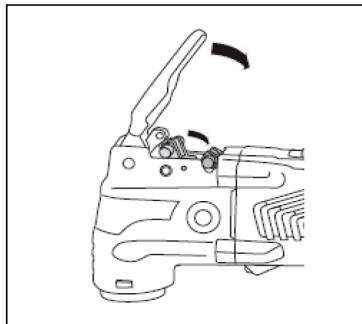

Рис. 6
4. Закрутите болт крепления насадки и закройте зажимной рычаг для фиксации насадки (Рис. 6).